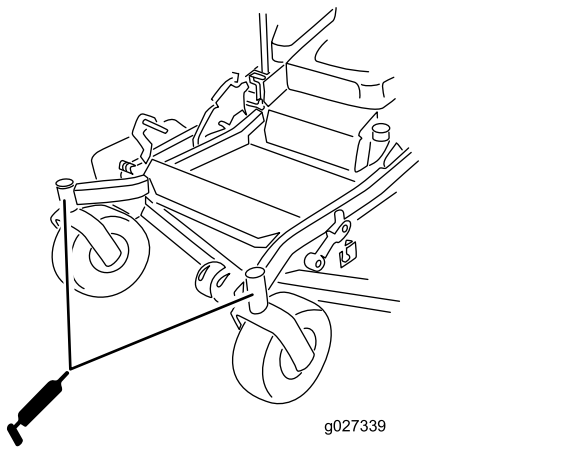

Figure 43
10. Remettez le bouchon hexagonal et le capuchon antipoussière en place (Figure 43).
11. Graissez les roulements des roues pivotantes (Figure 43).